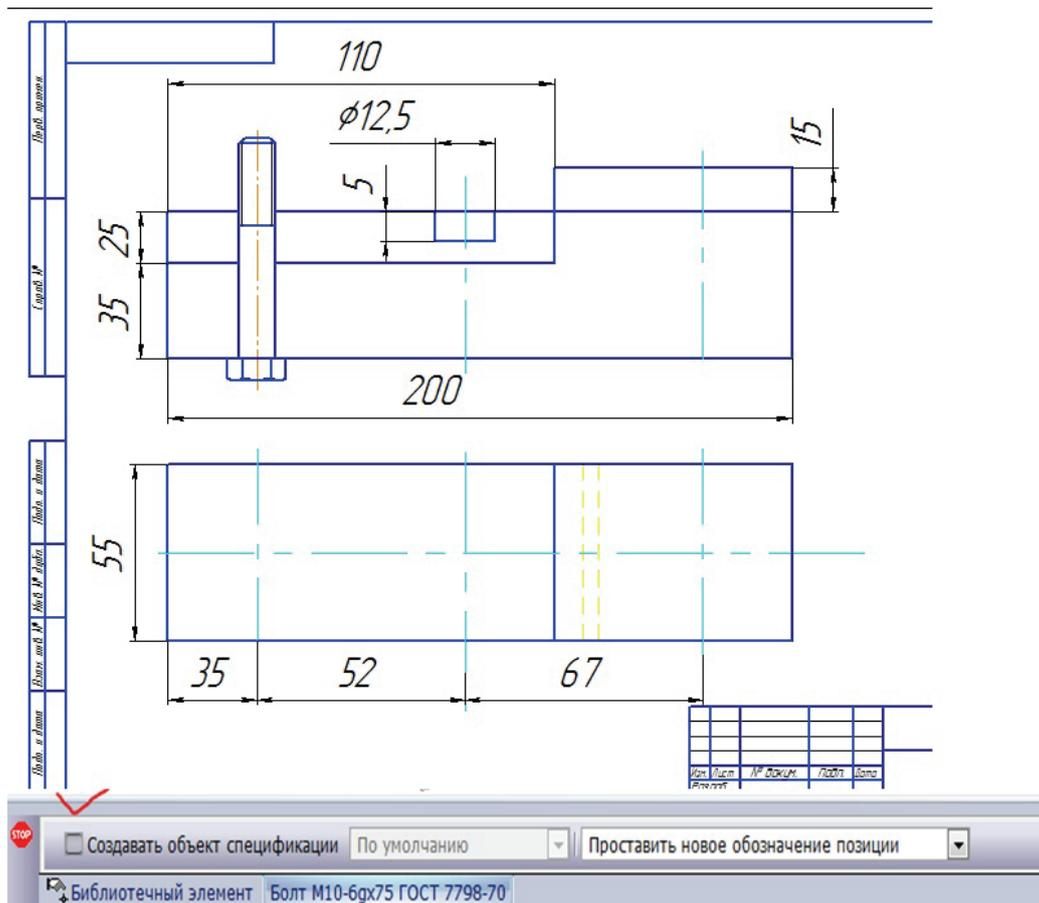

Рис. 5.6
- Переместить фантом болта, как показано на рис. 5.6 (вниз головой!).
- На Панели свойств отключить кнопку Создать объект спецификации (отмечено птичкой на рис. 5.6).